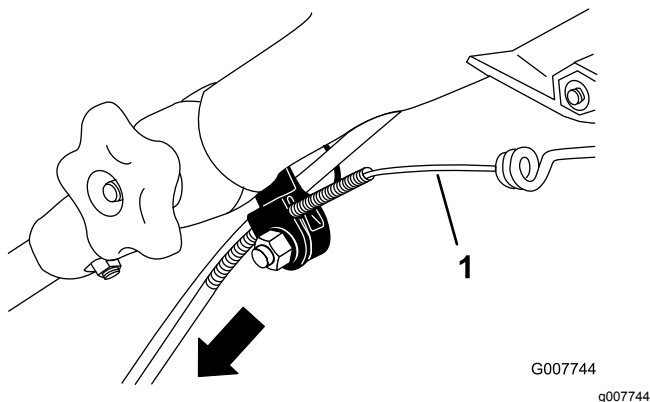

Figure 49
3. Tirez la gaine du câble vers le bas jusqu'à ce qu'il n'y ait plus de mou dans le câble exposé (Figure 49).